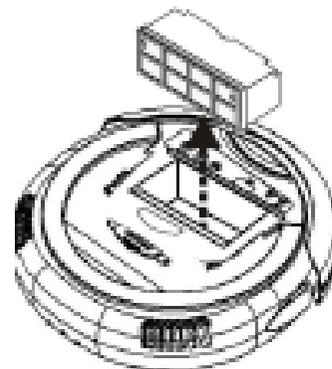
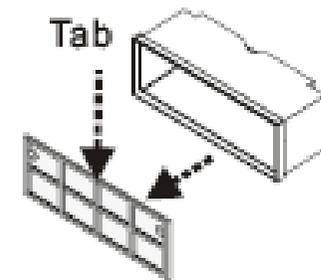
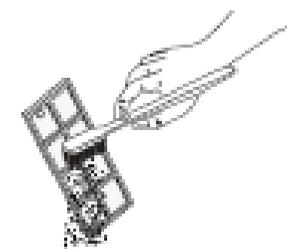

Figura 3
figura 4
figura 7
Cleanmate RoboNet è intelligente e ha uno scompartimento per l'aggiunta di fragranza profumata così, mentre l'unità pulisce, profuma anche l'ambiente. Il contenitore del profumo va inserito nell'apposito vano a lato della vaschetta di raccolta polvere – Figura 4.
Vano per fragranza profumata - Figura 4
1. Rimuovere il coperchio premendo il tasto di rilascio dello scomparto della polvere e rimuovere la vaschetta di raccolta della polvere - Figura 1. Sul lato destro troverete il vano per inserire la tavoletta profumata. Vedere freccia di indicazione nella figura 4 riprodotta nella pagina precedente.
9. Rimuovete la vaschetta ed il filtro – Figura 3. Rimuovete il filtro e spazzolatelo con lo spazzolino morbido in datazione e posizionato in prossimità della vaschetta – Figura 4 e Figura 7.